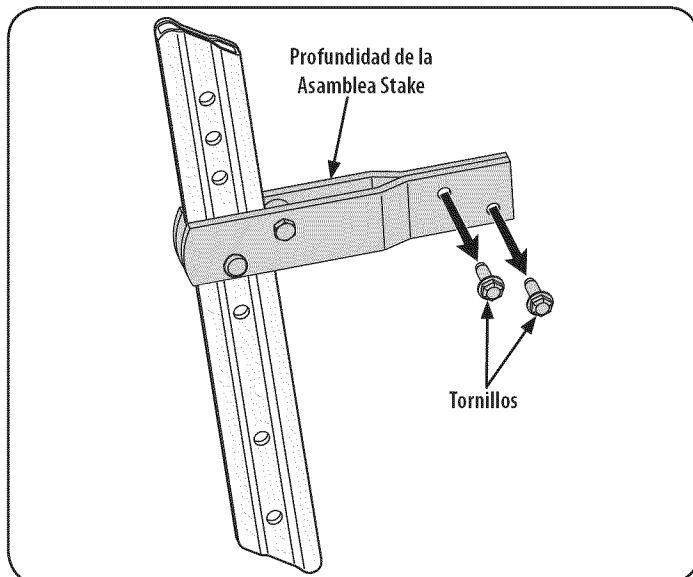

Figura 5
- Quite los dos tornillos de la asamblea la estaca de profundidad. Véase la Figura 5.